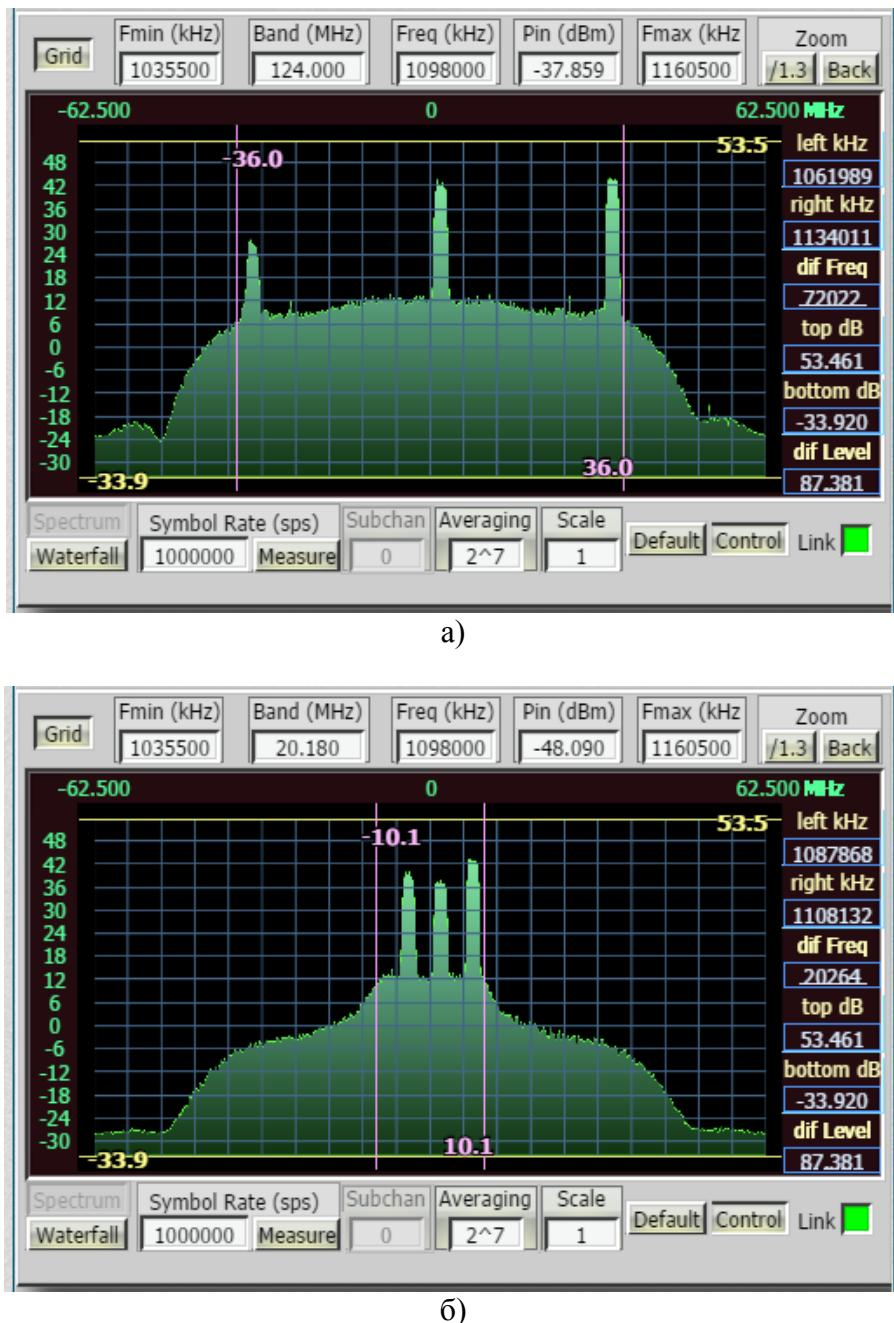

Рисунок 5.7 – Примеры установки полосы «Filter Band, MHz».
5.5.1.5 В режиме «Packet Demodulator» максимальное значение «Carrier Offset» может быть установлено в диапазоне  $\pm 62500000\text{Hz}$ . Однако следует помнить, что диапазон частот, в котором реально можно принимать сигналы, определяется комбинацией набора формирующих фильтров на входе АЦП. Эта комбинация состоит из 2 фильтров: аналоговый фильтр тюнера и цифровой фильтр АЦП. Фильтр тюнера может принимать значения от 1,6MHz до 146MHz и определяется установкой параметра «Filter Band, MHz». Фильтр АЦП фиксированно задаётся набором коэффициентов, прописанных в файле «immutable.cfg». Этот набор коэффициентов определяет фильтр с рабочей полосой пропускания 72MHz (стандартный спутниковый ретранслятор). Таким образом, реальный разброс по частоте сигналов принимаемых с помощью одного тюнера не может быть более  $\pm 36000000\text{Hz}$  (при «Carrier Offset» меньше или равно  $\pm 36000000\text{Hz}$ ) при условии, что полоса пропускания фильтра тюнера больше чем полоса пропускания фильтра АЦП (более 72MHz), см. Рис.5.7а. Если установить полосу пропускания фильтра тюнера меньше, чем полоса пропускания фильтра АЦП, то реальный разброс по частоте сигналов принимаемых с помощью одного тюнера не может быть более полосы пропускания фильтра тюнера («Filter Band, MHz») (Carrier Offset меньше или равно  $\pm \frac{1}{2} * \text{Filter Band, MHz}$ ), см. Рис.5.7б.